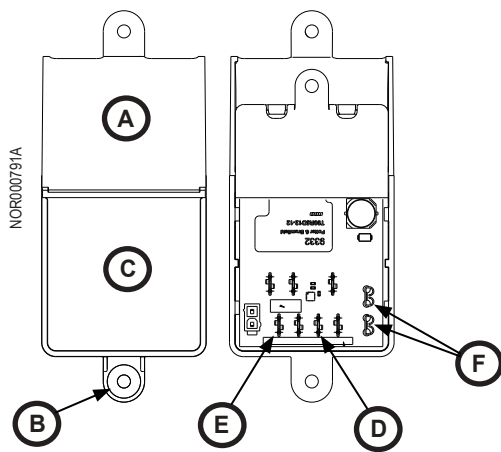

Fig. 3: Conjunto del tablero de CC
- Saque el tornillo de la cubierta (1x) (Fig. 3, B) del conjunto del tablero de control de CC (Fig. 3, A) y voltee la cubierta (Fig. 3, C). Ponga el tornillo aparte.
- Desconecte el cable de alimentación de +12 V CC del vehículo de recreo del terminal de 12 V CC (Fig. 3, D) del conjunto del tablero de CC.
- Desconecte el cable de tierra de 12 V CC (Fig. 3, E) del terminal de tierra del conjunto del tablero de CC.
10. En modelos de 3 modos, desconecte los cables del calefactor de CC de los terminales DC\_HTR y HTR\_GND (Fig. 3, F) del conjunto del tablero de CC.